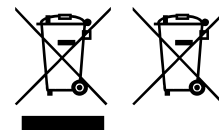

Fig. 1 Fig. 2
4. el símbolo (contenedor de basura sobre ruedas tachado - Fig.1), si está impreso sobre el producto o en el paquete, indica que el aparato debe ser objeto de recogida separada al final de su vida útil;